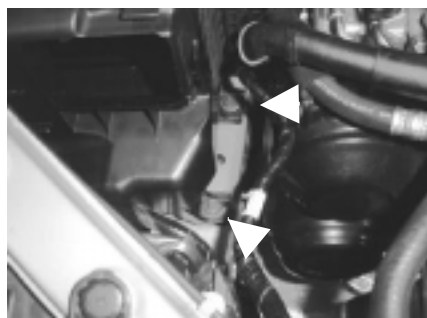

図 1
- ① エアクリーナーボックス下部は10mmボルトで2ヶ所固定されています。(図 1)